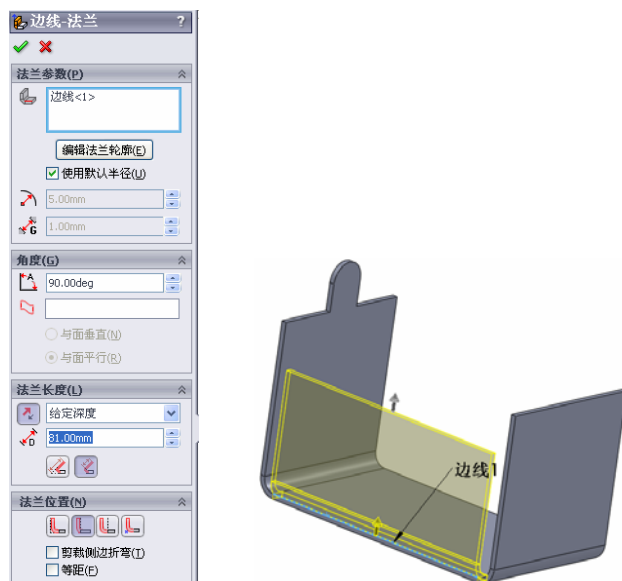

图 9-45 添加边线法兰
① 选择菜单栏中的“插入”→“钣金”→“边线法兰”命令，或者单击“钣金”工具栏中的“边线法兰”图标。弹出“边线法兰”特征管理器，如图 9-45 所示。单击鼠标选择钣金零件的一条边，在 PropertyManager 对话框的选择边线栏中将显示所选择边线，如图 9-45 所示。